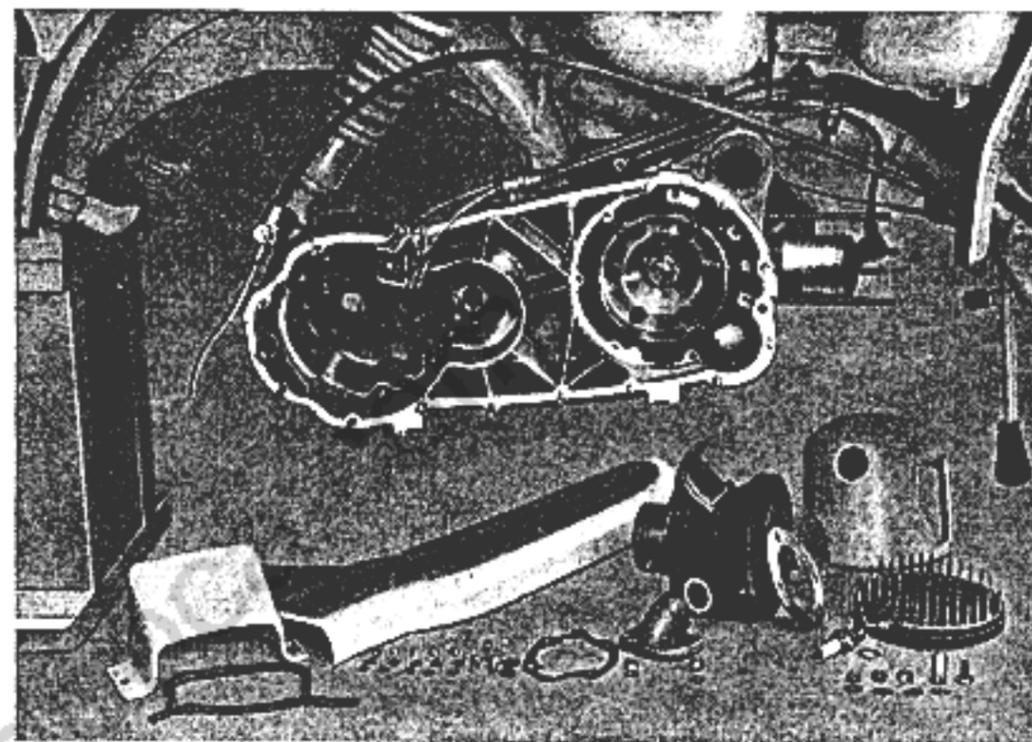

Fig. 14
- op. 26 - Sfilare il cilindro. Vedi fig. 14.